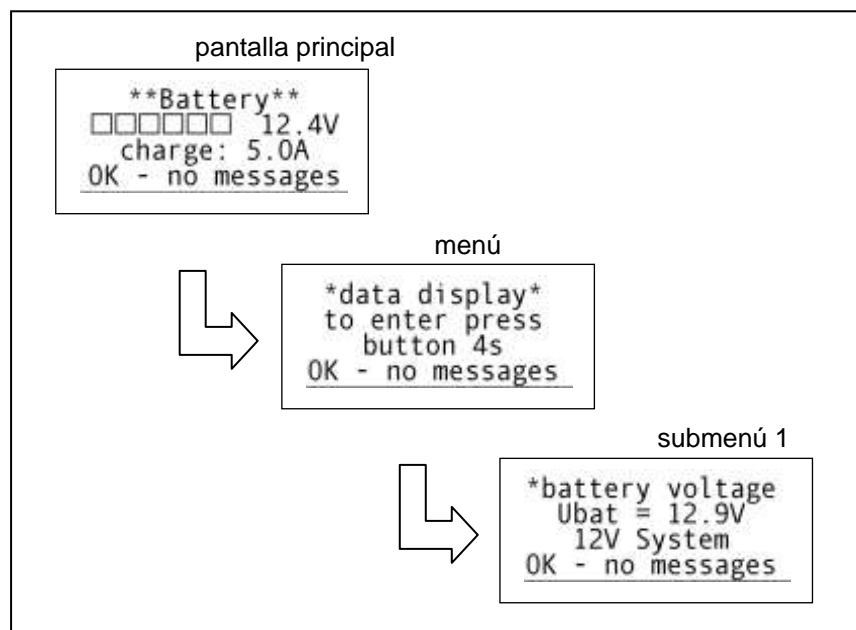

ilustración 13
2. Tensión de la batería (ilustración 13)